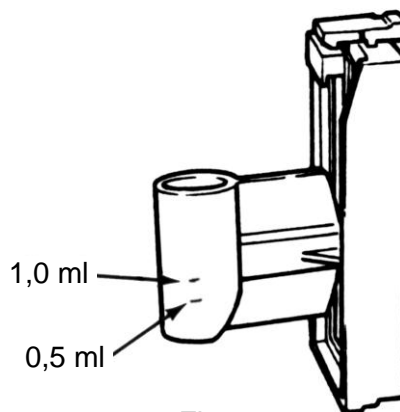

Figura 3-6
5. Tenere in posizione verticale il supporto della camera campione, in modo che siano chiaramente visibili le graduazioni di 0,5 ml e 1 ml, stampate sulla parte cilindrica della camera campione. Vedere Figura 3-6. Distribuire da 0,1-1 ml di campione nella camera campione. Poi chiudere ermeticamente la camera campione con un tappo apposito (4).